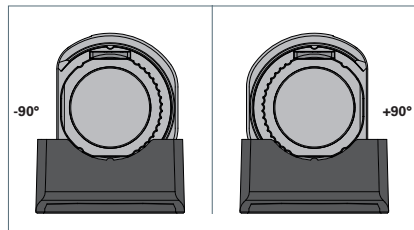

Fig. 7: Leuchte ausrichten bei  $-90^\circ$  oder  $+90^\circ$ .
- ▶ Drehen Sie die Leuchte in einen Winkel von genau  $-90^\circ$  oder  $+90^\circ$ , siehe Fig. 7.